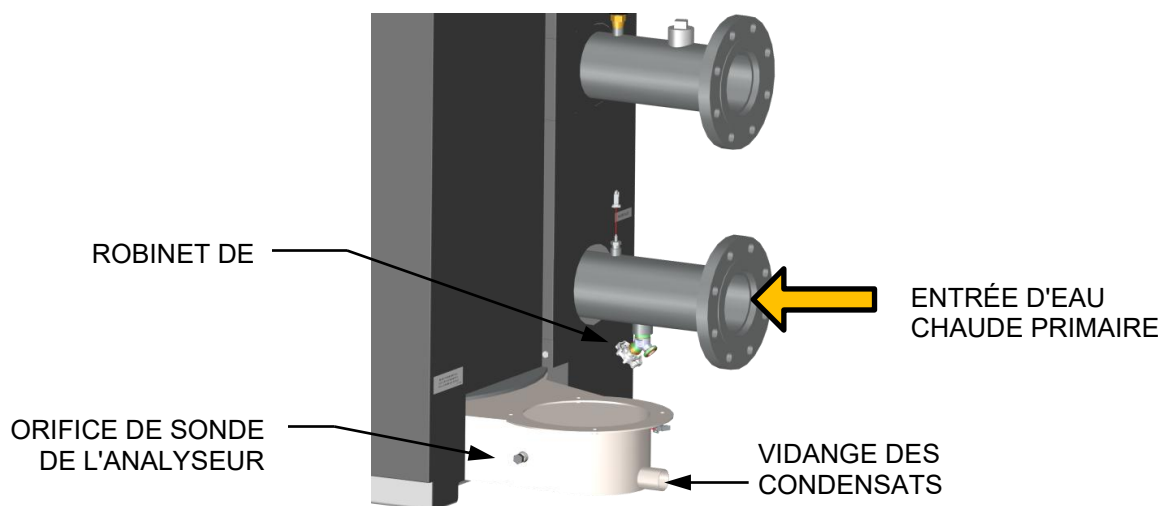

Figure 4-2 : Emplacement du port de la sonde de l'analyseur (BMK1500 illustré)
Les unités de référence contiennent un orifice NPT de 1/4 po sur le côté du collecteur d'échappement, comme le montre la figure 4-2. Préparer l'orifice de la sonde de l'analyseur de combustion comme suit :
1. Voir la figure 4-2 et retirer le bouchon NPT de 1/4" du collecteur d'échappement.